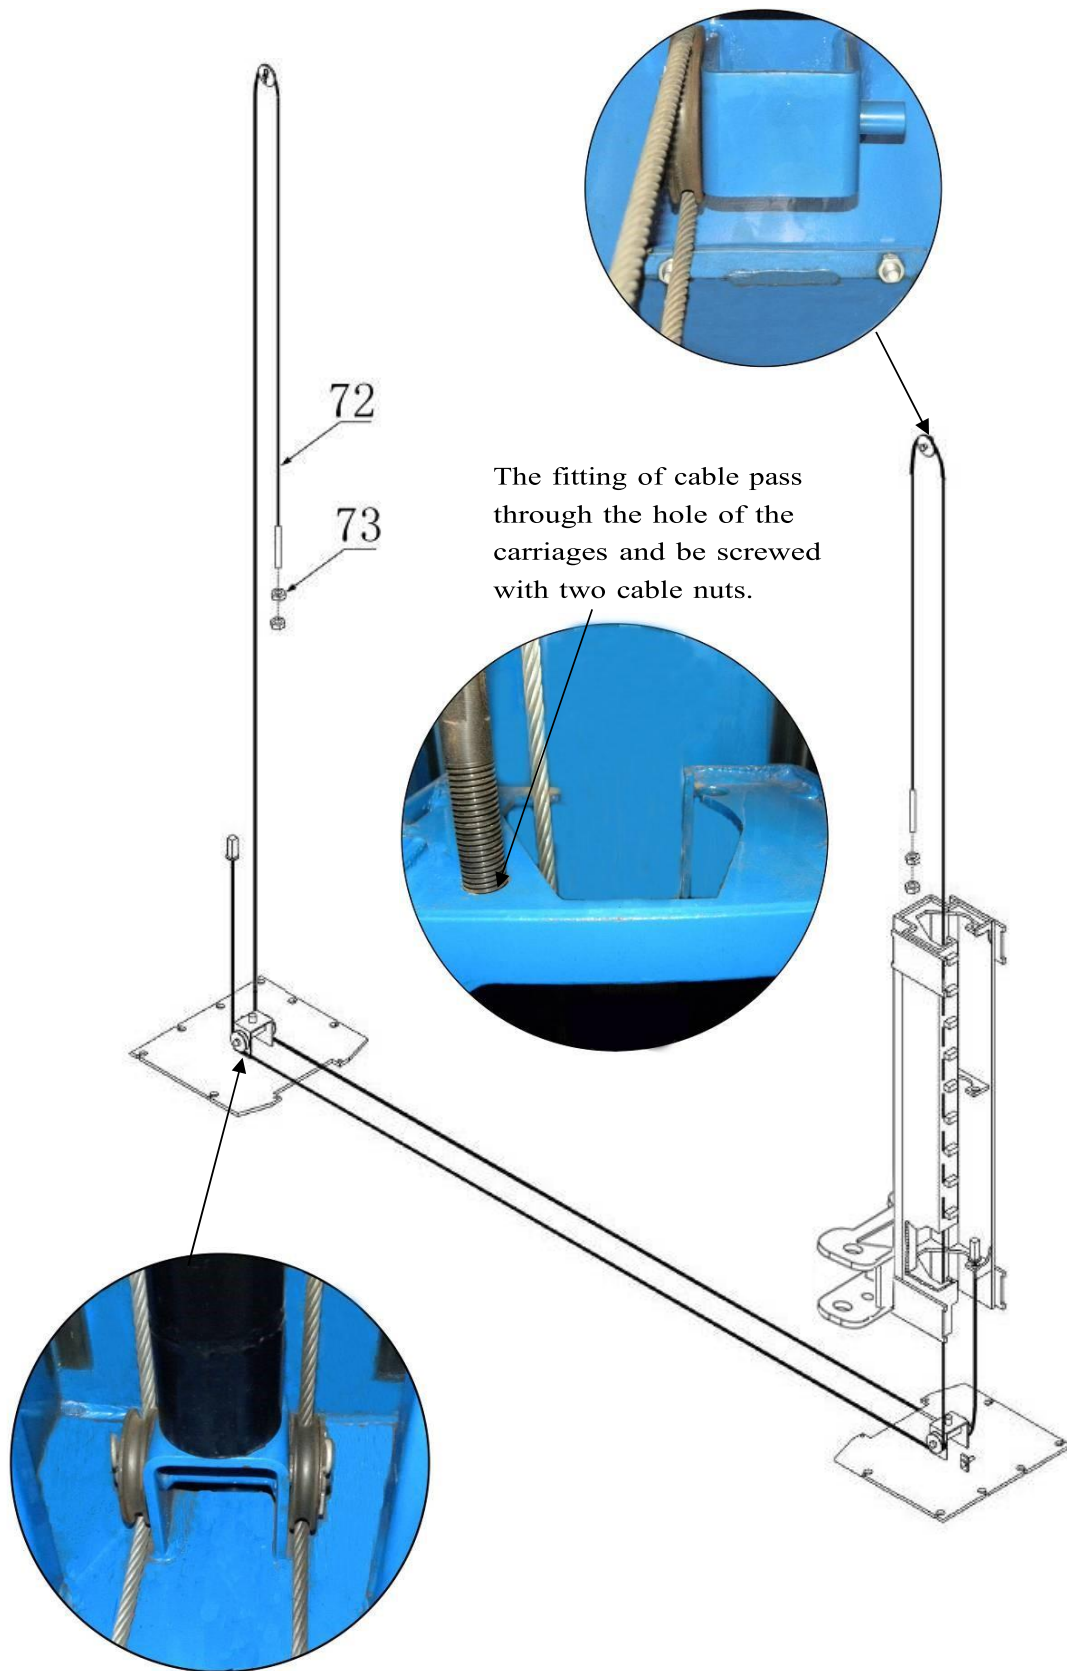

Fig. 18
I. Install cable (See Fig. 18)